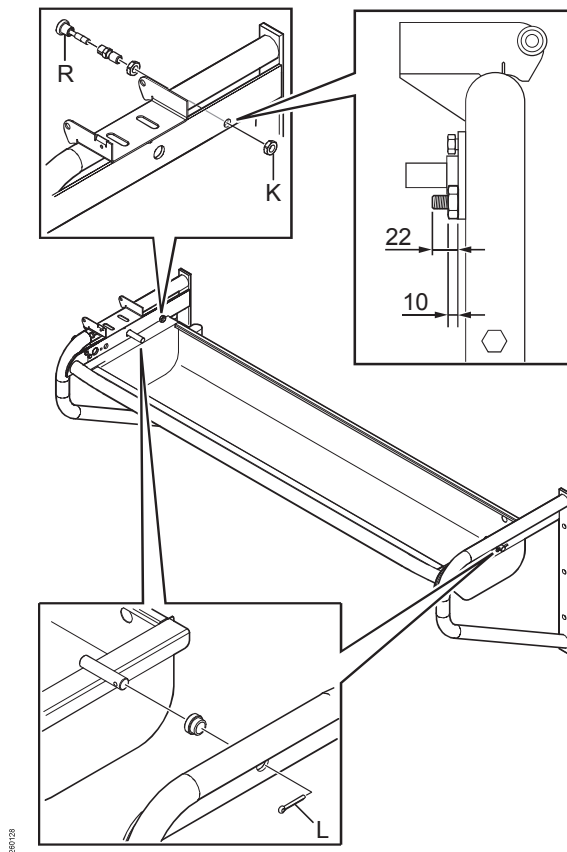

Fig. 16: Festing av sidebrakettene
1. Fest sidebrakettene på karet slik Fig. 16 viser.